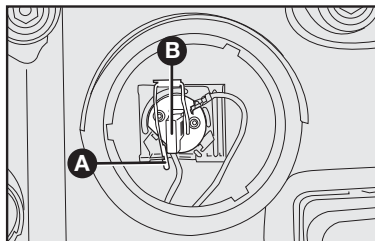

fig. 14
- 2) Soltar o conector **B-fig. 14**;
- 3) Apertar para baixo a presilha **A-fig. 14**, abrindo-a lateralmente;
- 5) Posicionar a nova lâmpada em seu alojamento, reenganchar a presilha de fixação **A-fig. 14** e encaixar o conector **B-fig. 14**;